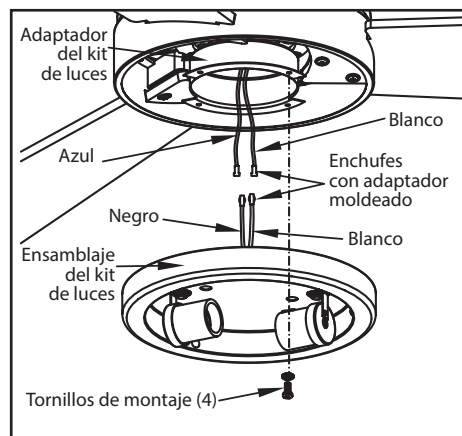

Figura 13
1. Afloja, pero no quites, tres de los cuatro tornillos de montaje del adaptador del kit de luces debajo del conjunto del motor del ventilador; retira un tornillo de montaje. (Figura 13)